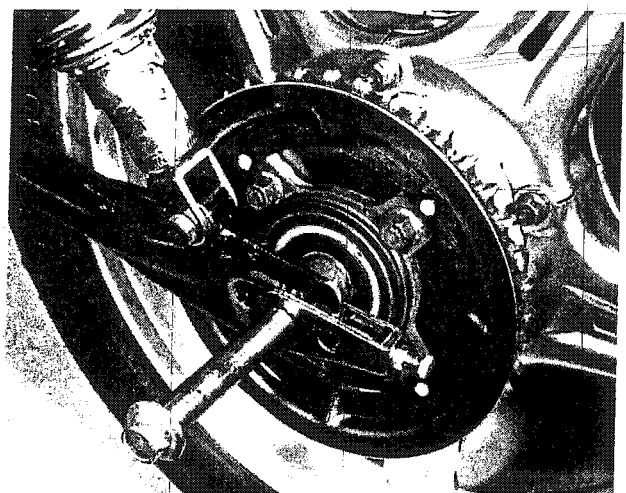

Bild 254
- Der Einbau des Hinterrades erfolgt in umgekehrter Ausbaureihenfolge. Die Radachse muss durch die Augen der Kettenspanner eingeführt werden (Bild 254). Vor dem Festziehen der Achsmutter die Kette auflegen und die Spureinstellung prüfen (siehe Kapitel 6.11). Bremsanker und Achsmutter mit neuen Splinten sichern. Falls sich der Bremsanker löst, blockiert die Bremse augenblicklich bei der ersten Betätigung.